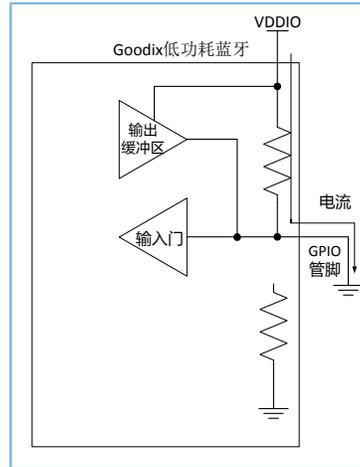

图 4-2 低电平驱动输入时的电流示意图
- (1) GPIO管脚设为输入，将片上电阻配置为上拉电阻，且该管脚的外部驱动设备处于低电平状态。电流会从VDDIO泄露，流经上拉电阻到达地线（流经此外部设备），如图4-2所示。